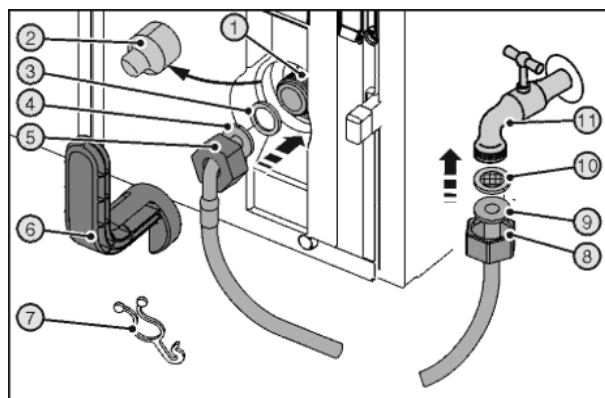

Fig. 27
- ▶ Снять крышку Fig. 27 (2).
- ▶ До конца сдвинуть гайку Fig. 27 (5) через конец шланга в виде угла Fig. 27 (4) и удерживать.
- ▶ Смочить уплотнение Fig. 27 (3) и вдавить в гайке Fig. 27 (5) на конце шланга в виде угла Fig. 27 (4).
- ▶ Уплотнение Fig. 27 (3) прилегает к концу шланга в виде угла Fig. 27 (4) и слегка поддерживается.
- ▶ Подсоедините к электромагнитному клапану Fig. 27 (1) гайку Fig. 27 (5) с расположенным на изогнутом в виде угла конце шланга Fig. 27 (4) уплотнением Fig. 27 (3).
- ▶ До конца сдвинуть гайку Fig. 27 (8) через прямой конец шланга Fig. 27 (9) и удерживать.
- ▶ Вставить ситовую ловушку Fig. 27 (10) в гайку Fig. 27 (8).
- ▶ Ситовая ловушка Fig. 27 (10) прилегает к прямому концу шланга Fig. 27 (9) и слегка поддерживается.
- ▶ Подсоедините к запорному крану *Fig. 27 (11)* гайку *Fig. 27 (8)* с расположенной на прямом конце шланга *Fig. 27 (9)* ситовой ловушкой *Fig. 27 (10)*.
- ▶ Затяните подключения с помощью вспомогательного инструмента *Fig. 27 (6)* по часовой стрелке.
- ▶ Для хранения прикрепите вспомогательный инструмент *Fig. 27 (6)* с помощью накладки *Fig. 27 (7)* на шланге из высококачественной стали.